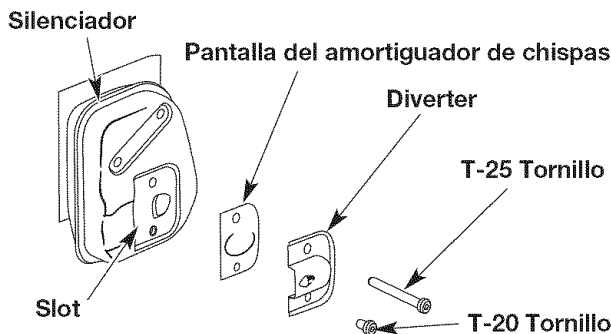

Fig. 36
2. Con un destornillador plano de la lámina o un pedacito torx T-20 y un pedacito T-25, quite los tornillos que unen el desviador de los pararrayos de la chispa al silenciador (Fig. 36).